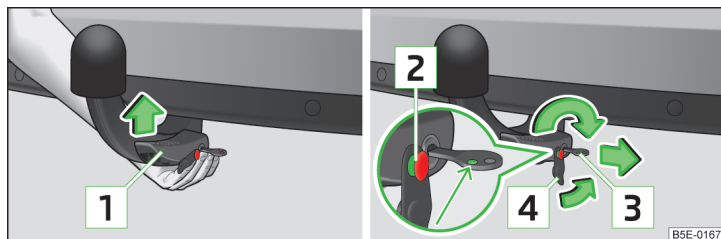

Fig. 157 Montage de la boule d'attelage / verrouillage de la serrure et mise en place du cache de serrure
- Prenez la boule d'attelage **par le bas** » fig. 157 et enfoncez-la dans le logement jusqu'à ce qu'elle s'enclenche de façon audible » **!**.